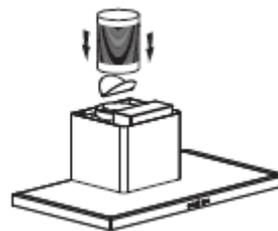

fig. 3
- Ligue o tubo à saída de ar para o exterior. (fig. 3).